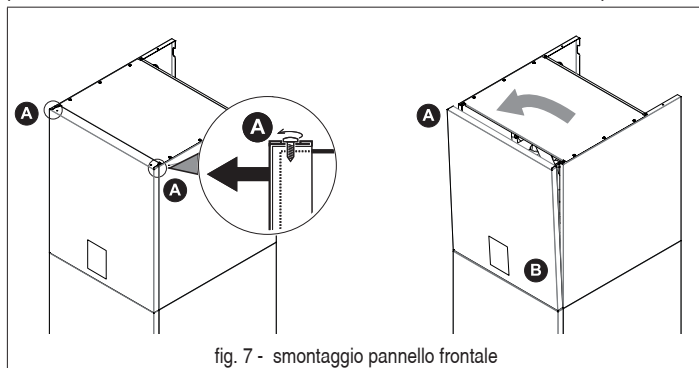

fig. 7 - smontaggio pannello frontale
- Svitare parzialmente le viti A (vedi "fig. 7 - smontaggio pannello frontale").
- Estrarre il pannello B e sganciarlo dai fissaggi superiori (vedi "fig. 7 - smontaggio pannello frontale").